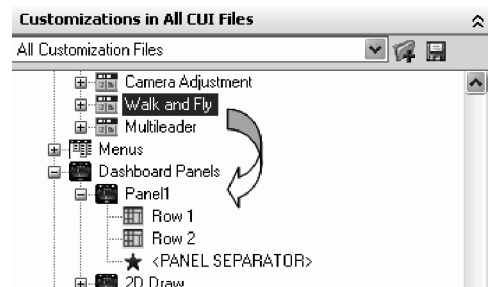

Fig. 5.61 Adăugarea unui întreg meniu grafic
9. Din lista de meniuri grafice (Toolbars) se „trage” meniul dorit peste numele panoului, ca în Fig. 5.61.